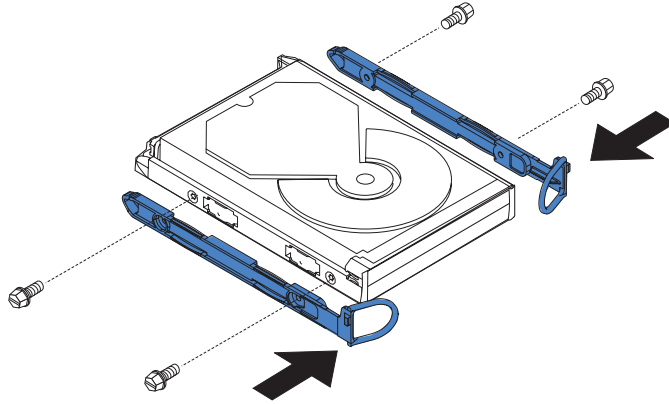

図 89. SAN ボリューム・コントローラー 2145-4F2 ディスク・ドライブへのレールの取り付け
9. ディスク・ドライブを別のものと交換する場合は、新しいディスク・ドライブに同梱のレールとねじを見つけます。118ページの図 89に示すように、レールをディスク・ドライブに取り付けます。